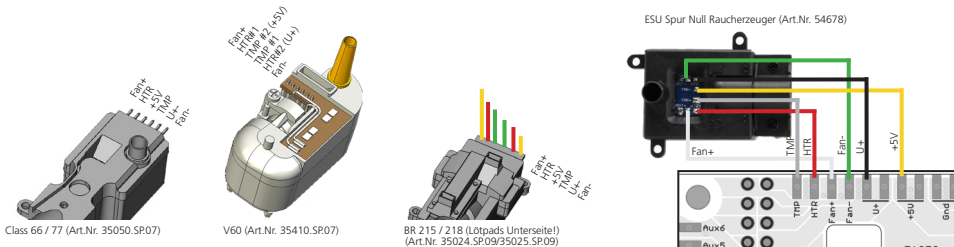

Abbildung 37: Getaktete Raucherzeugermechanik an LokSound 5 L
Ein Hall Sensor ist ein elektronischer Schaltkreis (IC) welcher auf ein wechselndes Magnetfeld reagiert. Die verfügbaren HALL IC können sehr einfach in Loks verbaut werden, weil der Abstand zwischen IC und Magnet nicht kritisch ist. Ein häufig verwendeter Hall IC ist der US2881 von Melexis, zu dem es auch viele kompatible Typen gibt. Die drei Anschlüsse des ICs müssen mit dem LokSound Decoder so verbunden werden, wie es die Abb. 37 zeigt.